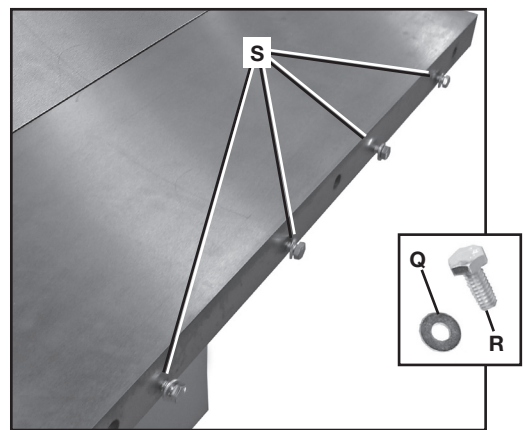
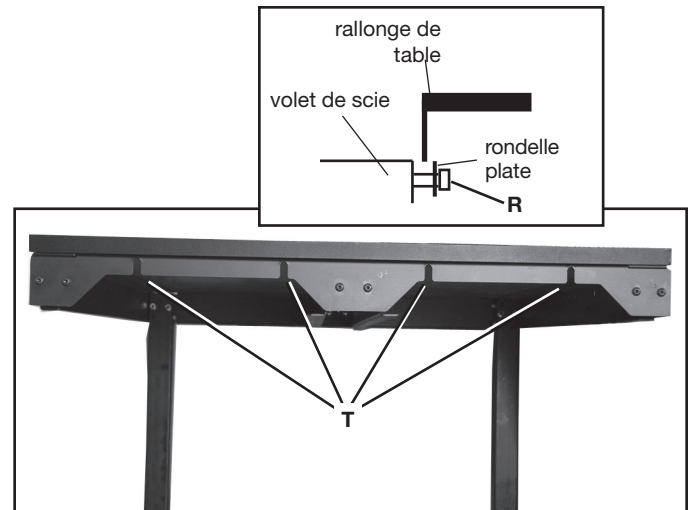
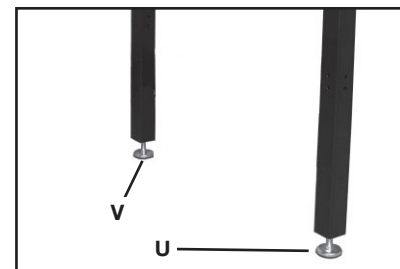

FIG. 8
FIG. 9
FIG. 10
1. Enfiler les rondelles plates de 5/16 (Q) fig. 8 sur les vis à tête hexagonale de 5/16-18 (R) et visser de quelques tours dans les trous (S) dans le volet extensible de droite.
2. En tenant la rallonge de table, aligner les quatre fentes (T) fig. 9 de la rallonge de table sur ces quatre vis (R) fig. 8.
REMARQUE : s'assurer que les rondelles plates se trouvent contre les têtes de vis (R) fig. 9 (encadré).
3. Avec les pieds de nivellement (U et V) fig. 10, faire en sorte que la rallonge de table est de niveau et sur le même plan que le volet extensible de droite de la scie Unisaw et serrer les quatre vis (R) fig. 8 par le dessous de la rallonge de table au moyen.